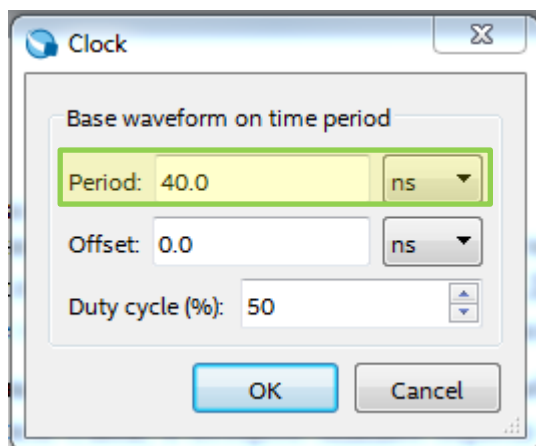
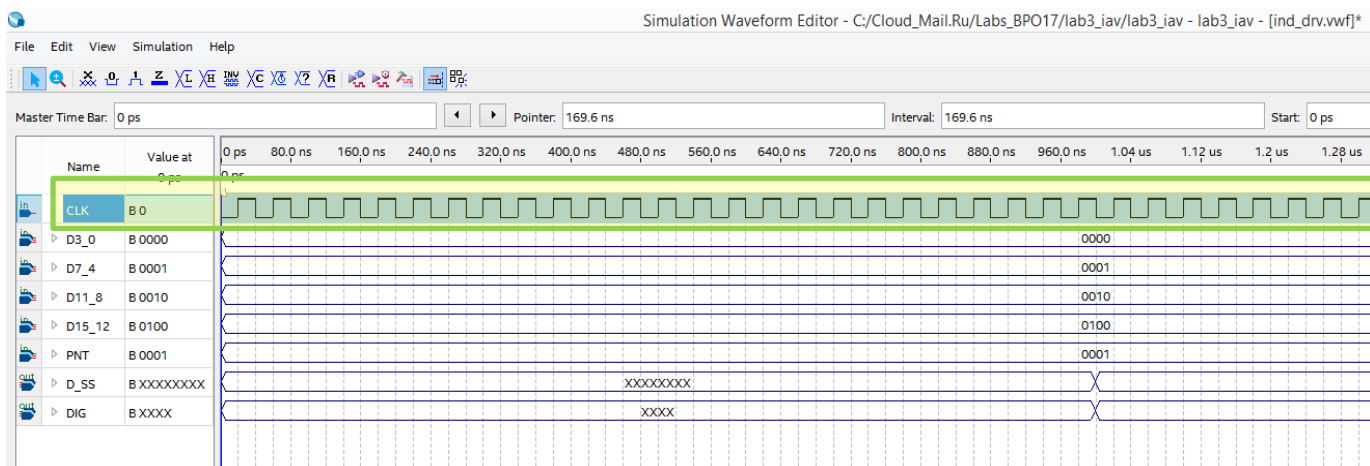

Рис.37 Окно задания сигнала с значением **Overwrite Clock...**
Рис.38 Эпюра сигнала CLK после задания его параметров
**Первый** способ задания сигналов: выделите фрагмент сигнала в поле эпюр и нажмите на требуемую по смыслу кнопку на панели значений. Для примера зададим сигнал **CLK** в виде периодически изменяющегося сигнала. Выделите все поле сигнала **CLK** двойным кликом ЛКМ на поле эпюр и выберите кнопку . Появится окно настройки сигнала **Clock**, в котором зададим период сигнала значением **40 ns** (рис. 37). Выполните «Ok», в окне редактора эпюр появится периодический сигнал частотой 25Mhz (рис. 38)